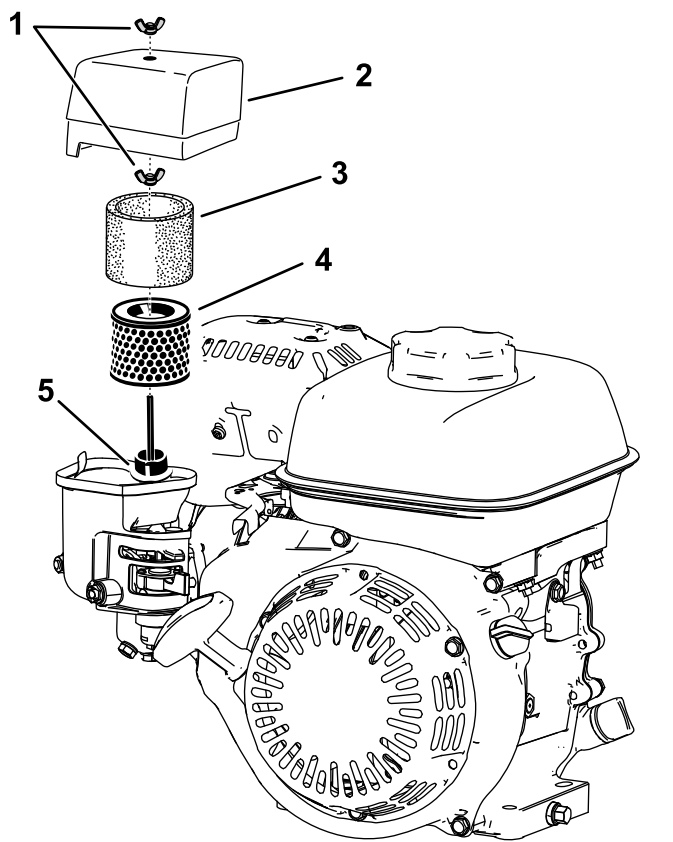

Figura 31
- Retire a porca de orelhas que prende a cobertura do filtro de ar (Figura 31).